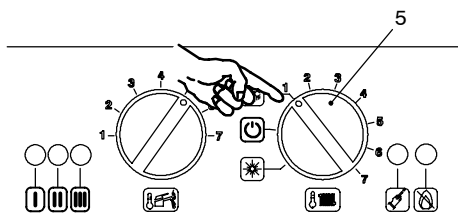
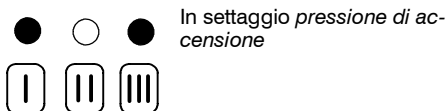
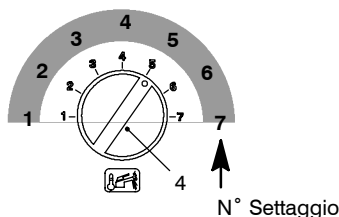

fig. 7.6
fig. 7.7
fig. 7.8
- 2 Posizionare il selettore 5 come indicato in fig. 7.6; la lampada di segnalazione 3 lampeggia ad intermittenza circa ogni 2 secondi.
- 3 Tenere premuto il pulsante di ripristino 6 in fig. 7.6 per circa 10 secondi, la lampada di blocco 7 in fig. 7.6 inizierà a lampeggiare.
- 4 Per settare la *pressione di accensione del bruciatore* le spie di segnalazione 3 in fig. 7.6 devono essere visualizzate come in fig. 7.7 (leggenda spie fig. 7.4)
- 5 Se non si visualizza questa sequenza premere il pulsante di ripristino 6 in fig. 7.6 tante volte fino alla visualizzazione (4 volte).
- 6 Per visualizzare il settaggio impostato tenere premuto il pulsante di ripristino 6 in fig. 7.6 per circa 5 secondi. Le spie di segnalazione 3 in fig. 7.6 lampeggeranno un numero di volte pari al settaggio (fig. 7.8).
- 7 Per cambiare il settaggio ruotare la manopola regolazione temperatura sanitari 4 in fig. 7.6 e posizionarla nella **posizione** prescelta fig. 7.8 vedi anche tab. 7.7 (nella figura es. manopola settata per **posizione 5**), la lampada di segnalazione blocco 7 in fig. 7.6 lampeggia velocemente.
- 8 Per memorizzare il settaggio premere il pulsante di ripristino 6 in fig. 7.6 per circa 5 secondi, le spie di segnalazione 3 in fig. 7.6 lampeggiano tutte quante simultaneamente come in fig. 7.7 (leggenda spie fig. 7.4)